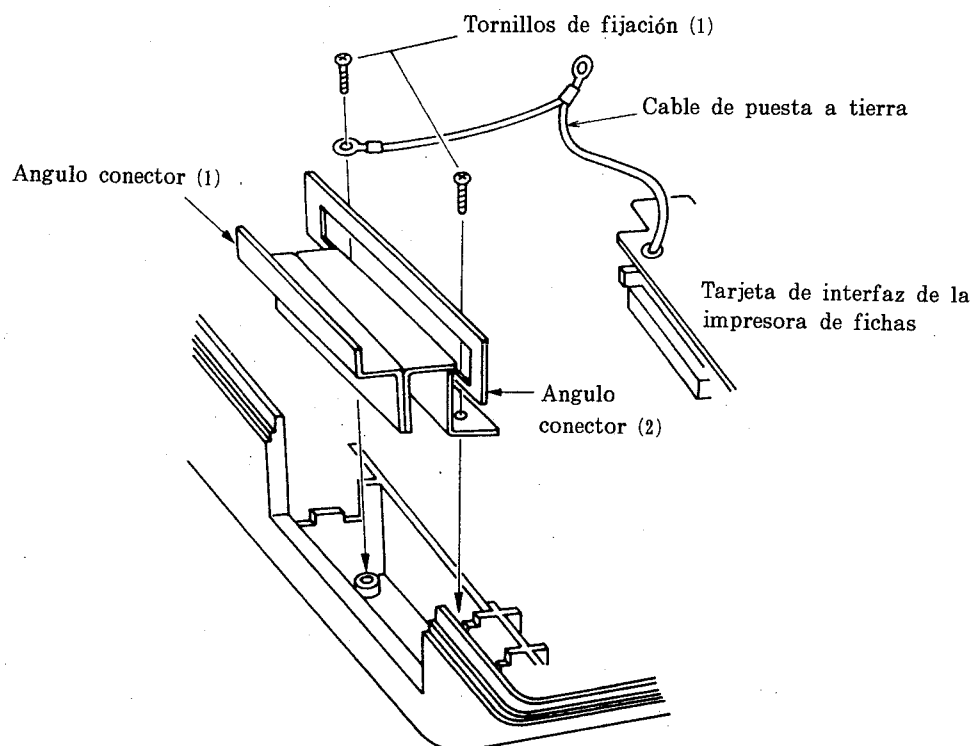

Figura 41
- 5) Monte los ángulos conectores (1) y (2) y el cable de puesta a tierra al mismo tiempo en la cubierta inferior. (Vea la figura 41.)